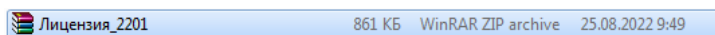

Рисунок 8.4 – Заархивированный файл с программными ключами
1. Найдите заархивированную папку с именем, соответствующим ID лицензии, и расширением *.zip, которая была предоставлена НПП «Стелс» (см. рисунок 8.4).